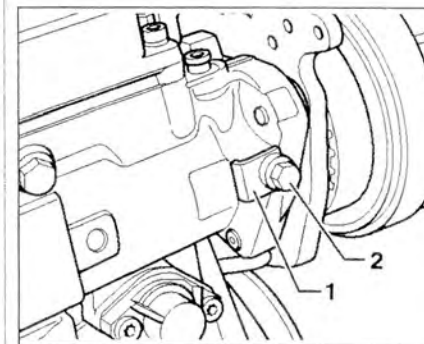

Рис. 1.15. Открутите блокировочный болт 2 на топливном насосе и снимите промежуточную плиту 1 под ним.
9. Открутите блокировочный болт 2 на топливном насосе и снимите промежуточную плиту 1 под ним (рис. 1.15).
21. Выкрутите блокировочный болт 2 и установите промежуточную плиту 1 (рис. 1.15). Затяните болт до 25 Нм.